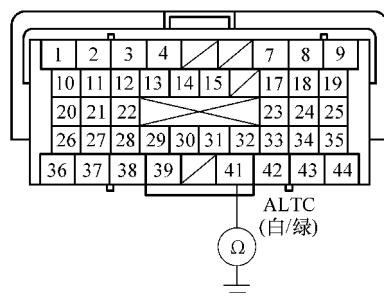

图 3-25 测试 B41 端子与车身搭铁之间导通性
- 8) 将 HDS 与 SCS 线短接，然后将点火开关旋至锁定 (LOCK) (0) 位置。
- 10) 如图 3-25 所示，检查 ECM/PCM 插头 B41 端子与车身搭铁之间是否导通。